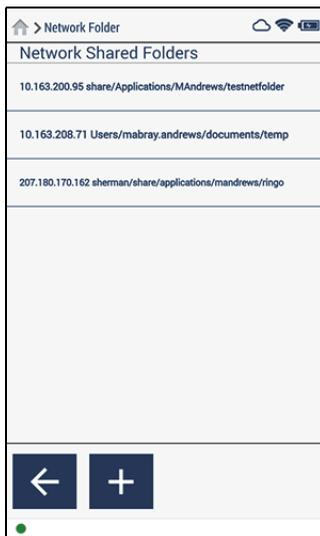

图 4-1 网络分享文件夹列表
1. 点击**Network Shared Folders**（网络分享文件夹）列表中的一个网络文件夹（参见第112页的图 4-1）。
1. 点击**Network Shared Folders**（网络分享文件夹）列表中的一个未装载的网络文件夹（参见第112页的图 4-1）。
2. 点击一个IP地址（参见第112页的图 4-1）。